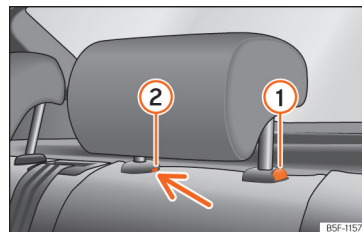

Abb. 68 Kopfstütze hinten: Ausbau.
- Drücken Sie die Taste » » (Abb. 68) ① sowie gleichzeitig mit einem Schlitzschraubendreher (Breite max. 5 mm) in die Öffnung der Verriegelung ② und ziehen Sie die Kopfstütze heraus.